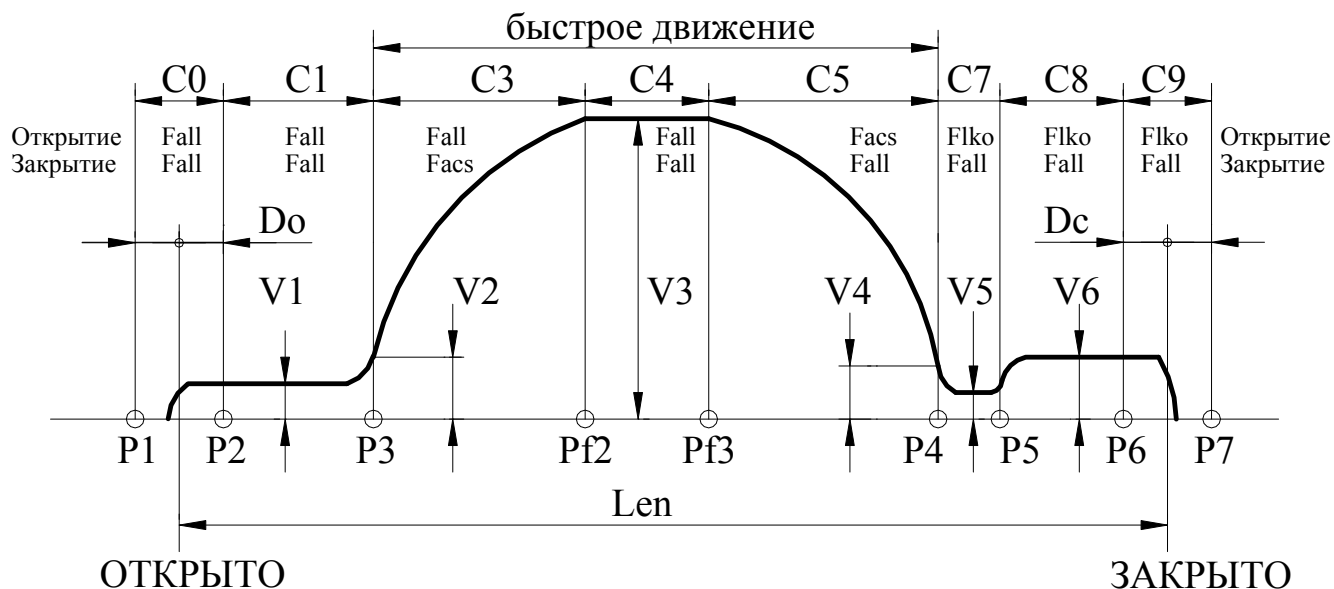

Рис.4. Траектория движения.
- **E0L** – переезд зоны полного открытия (**C0**, **рис.4**) или полного закрытия (**C9**, **рис.4**). *Синхронизация* в этом случае выключается. Ошибка сбрасывается при смене кода направления движения. При повторном неоднократном возникновении данной ошибки нужно провести **измерение проема**, если затем эта ошибка все равно будет возникать, необходимо проверить механику привода.
3.6.1. Рис.4, на котором показана траектория движения, отслеживаемая БУАД, поясняет назначение многих параметров, рассмотренных ниже. На рис.4 отображено также распределение сил на участках траектории отдельно при открытии и при закрытии (при переходе в режим удержания устанавливается соответствующая сила удержания).
- Если Var\_sl=1, то точка препятствия запоминается и происходит замедление скорости движения при подходе к точке препятствия до  $Vbar$ . При отсутствии препятствия в том же месте, дальнейшее движение происходит по кривой, указанной на **рис.4**.
3.6.5.14. **ТР.2D** – C\_vkо (мм) – дополнительное смещение точки **P2** (**рис.4**) для расширения диапазона удержания сигнала ВКО.
3.6.5.15. **ТР.2E** – C\_vkz (мм) – дополнительное смещение точки **P6** (**рис.4**) для расширения диапазона удержания сигнала ВКЗ.